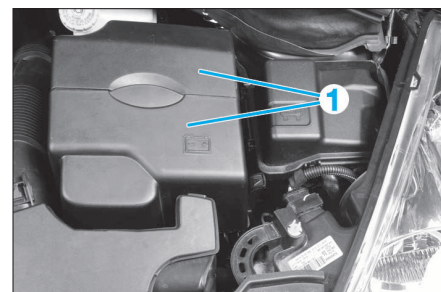

FIG. 28
- Déposer les deux protections (1) de la batterie (Fig.28).